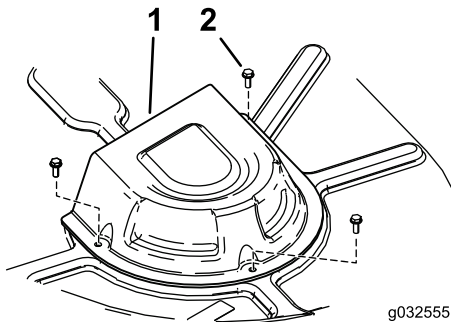

Figura 61
4. Retire las cubiertas de la polea (Figura 61).
8. Instale las cubiertas de la polea (Figura 61).